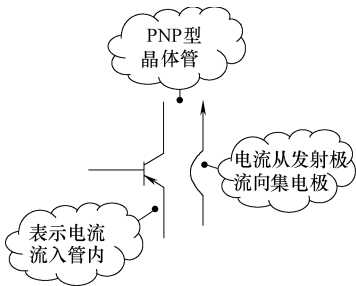

图 1-44 PNP 型晶体管电路符号指示电流方向信息示意图
2) PNP 型晶体管。图 1-44 所示是 PNP 型晶体管电路符号指示电流方向信息示意图，根据发射极箭头方向可以知道不同极性 PNP 型晶体管的集电极、发射极之间电流流动方向。